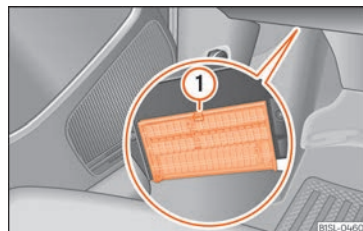

Fig. 45 Debajo del tablero de instrumentos lado del conductor: tapa de la caja de fusibles.
- **Abrir:** presione la palanca de bloqueo » fig. 45 ① hasta que sea posible abrir la cubierta. Abatir la cubierta hacia abajo.
- **Cerrar:** abata la cubierta hacia arriba en la dirección contraria a la flecha hasta que encastré de forma audible en la palanca de bloqueo ①.